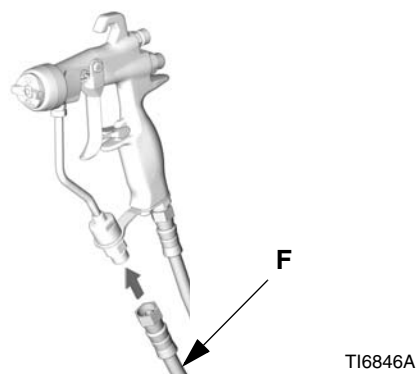

FIG. 4
2. Slut væske slangen (F) til pistolens væskeindtag. Se FIG. 4. Efter ønske kan der installeres en væskedrejeledestilslutning (189018) på pistolens indtag for den bedste håndtering af pistolen. Se Tilbehør på side 35.